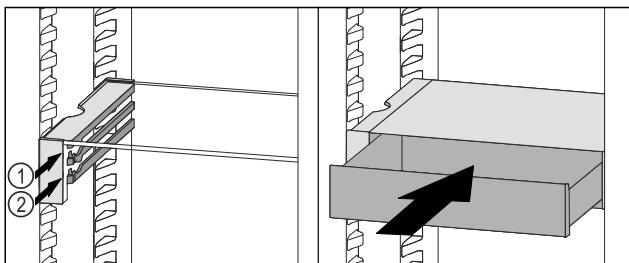

Fig. 109
- Așezați sertarul VarioSafe în spatele opritoarelor pe nervura dorită Fig. 109 (1) sau Fig. 109 (2).